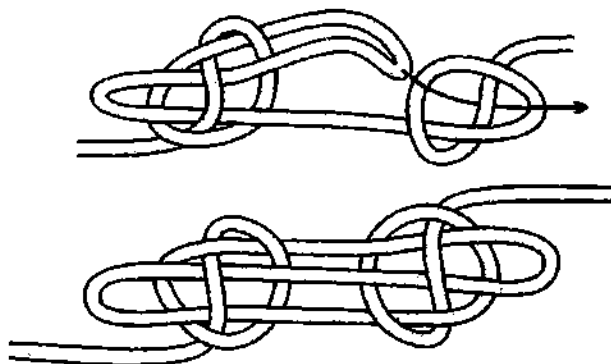

Рис. 139. Вместо дополнительных полуштыков на *колышке* вяжутся **сваечные узлы**.
*Колышка*, у которой крайние петли вместо полуштыков прихвачены *сваечными узлами*, является очень стабильным и надёжным узлом (рис. 139). Среди всех разновидностей *колышек*, эта одна из самых надёжных, но чтобы её развязать после использования, требуется больше усилия